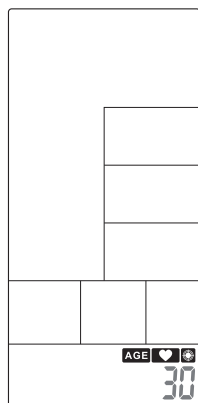

FIGURA 45
- Presione HACIA ARRIBA / ABAJO (TECLA 10 u 11) para ajustar la edad (Figura 45). En seguida, presione tecla ENTER (TECLA 19) para confirmar e iniciar el entrenamiento.